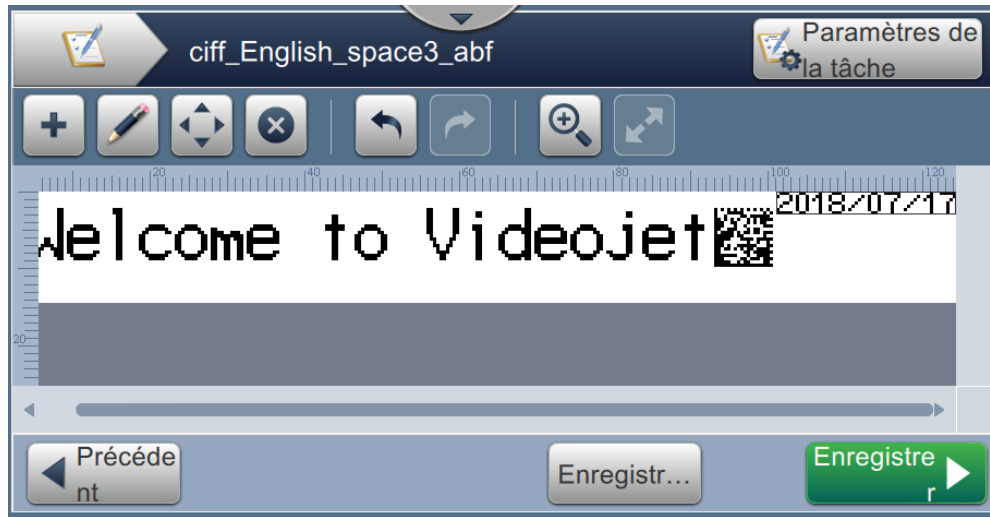

Figure 6-14 : Écran de l'éditeur de tâches
16. Appuyez sur le bouton  pour enregistrer les modifications. L'écran Éditeur de tâches s'ouvre, tel qu'illustré dans la Figure 6-14.